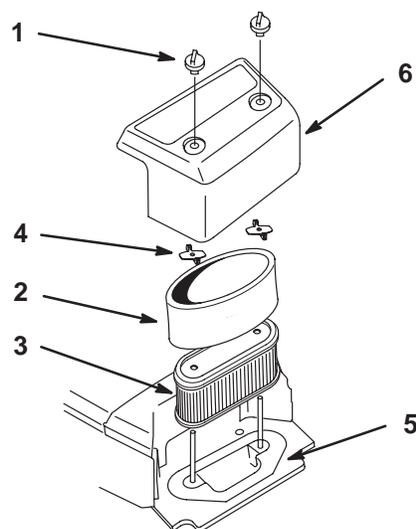

Figure 31
2. Nettoyez la surface autour du filtre à air pour éviter que des impuretés s'introduisent dans le moteur et l'endommagent. Enlevez les écrous du couvercle et le couvercle (Fig. 31).
3. Retirez les écrous papillon et les éléments du filtre à air (Fig. 31).
4. Sortez délicatement l'élément en mousse de l'élément en papier (Fig. 31).
1. Glissez délicatement l'élément en mousse sur l'élément en papier (Fig. 31).
2. Posez l'ensemble filtre à air sur sa base et installez les écrous papillon (Fig. 31).
3. Reposez le couvercle du filtre à air et fixez-le en place avec les écrous (Fig. 31).